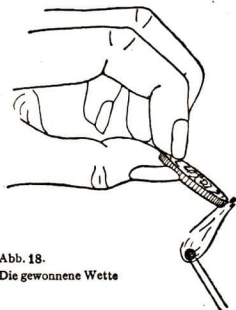

Abb. 18.
*Führen Sie den Versuch durch, wie es Abb. 18 zeigt! Die Münze ist längst zu Boden gefallen, ehe das Streichholz erlischt, denn Silber hat ein sehr gutes Wärmeleitvermögen.*